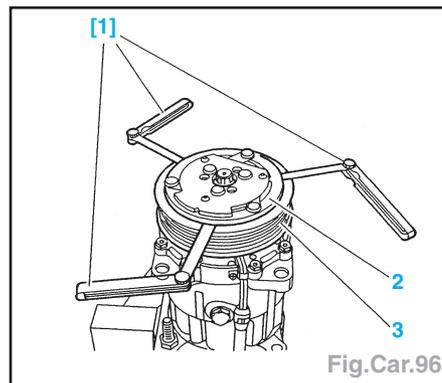

Fig.Car.96
- L'entrefer est compris entre (Fig.Car.96) :